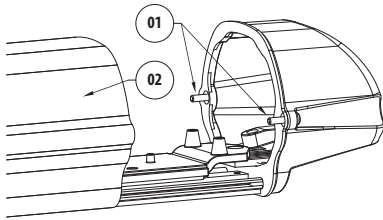
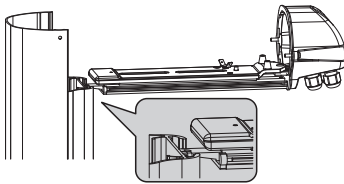

Fig. 01
Fig. 02
Zum Öffnen des Schutzgehäuses (Fig. 01) die an der Rückwand auf halber Höhe seitlich angebrachten Schrauben lösen (01), den Körper herausziehen (02), an der dafür gedachten Haltevorrichtung anhängen (Fig. 02) und den Innen- und Außenschlitten in Arbeitsstellung belassen. Bevor Sie das Gehäuse schließen, entfernen Sie bitte von dem lose beige packten Silikat-Salzbeutel die äußere transparente Verpackung. Legen Sie nun den weißen Beutel in das Innere des Gehäuses.
Die gedruckte Schaltung an der auf dem Schlitten vorgesehenen Stelle in der Nähe der Rückwand befestigen (Fig. 01, 03). Die Anschlüsse der Schaltung an die äußere Versorgungsquelle durchführen 24Vac. Der bezügliche Kreis verfügt außerdem über die Möglichkeit, das PTC über dem am Bord montierten Thermostat zu kontrollieren.